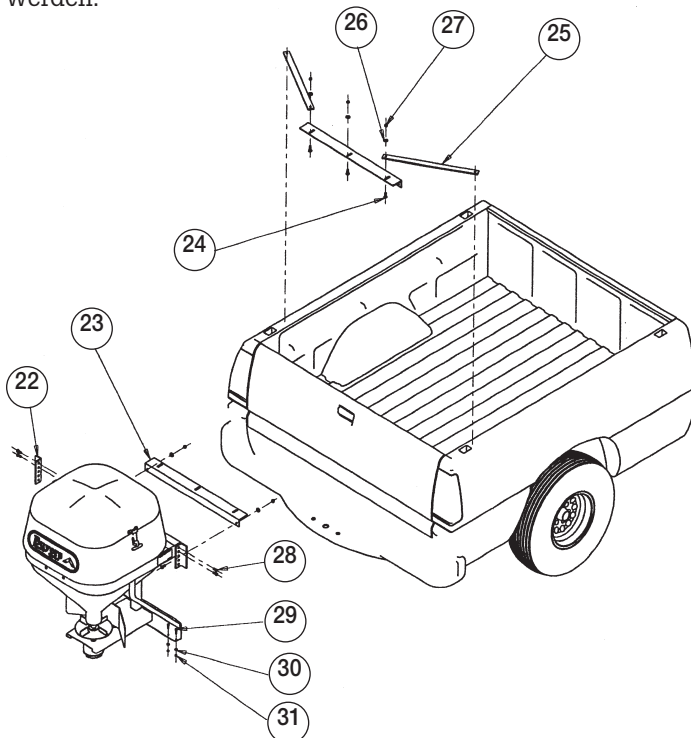
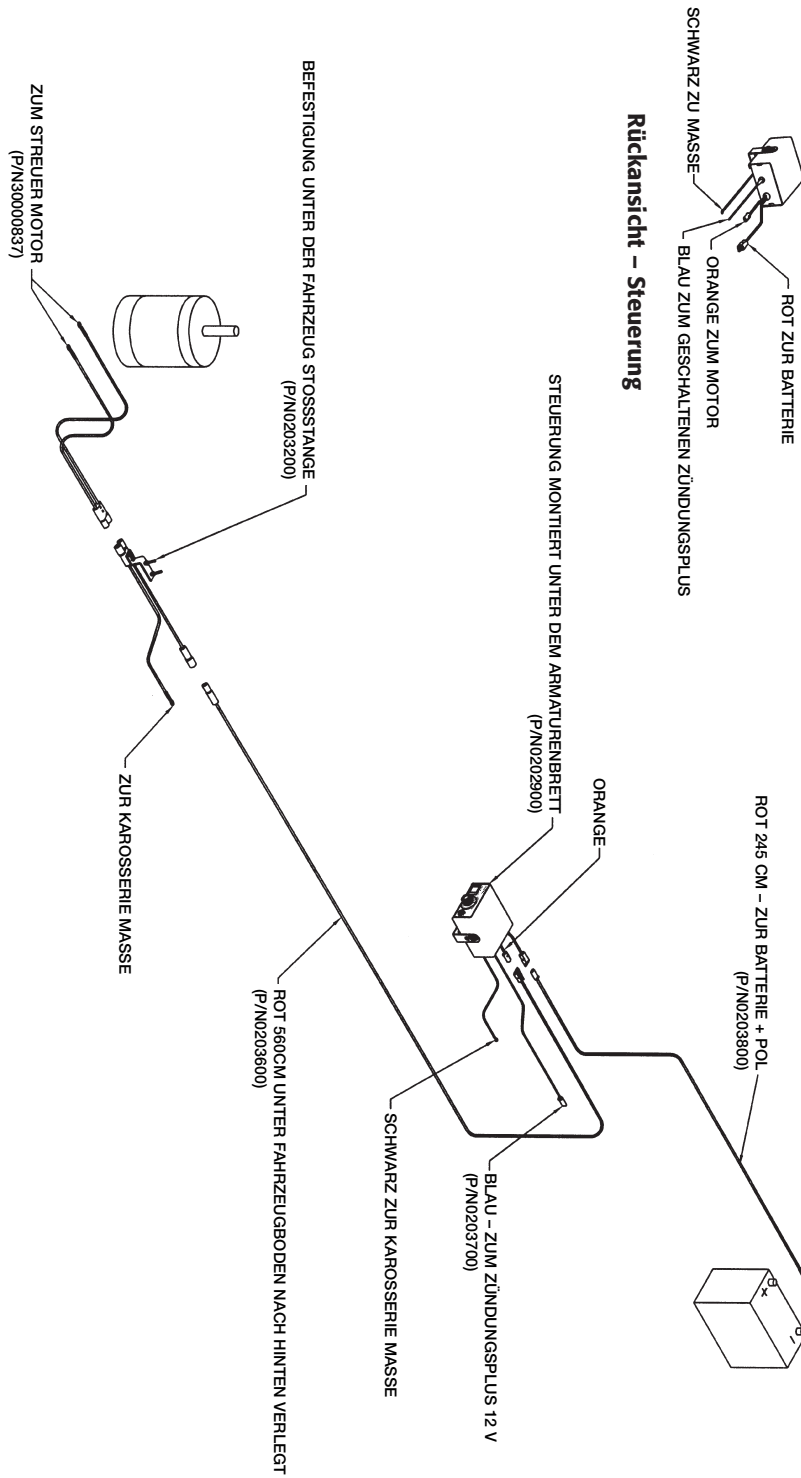

Fig. 1 Mounting
Bild 4 Streuer Verkabelung Diagramm
1. Einbau aller Winkel und Streben Siehe Bild 1
- b. Montieren Sie wie in Bild 1 abgebildet die Winkel und
2. Anbau Streuer Teil. Siehe Bild 1
- a. Setzen Sie den Streuer auf die Stoßstange und richten den Befestigungs Adapter (22) mit den Löchern im Winkel aus. Versichern Sie sich, dass die Die Rahmenteile senkrecht stehen. Bohren Sie Löcher in den Befestigungs Adapter (22). Befestigen Sie wie abgebildet den Rahmen am Winkel.
3. Elektrische Installation Siehe Bild 4